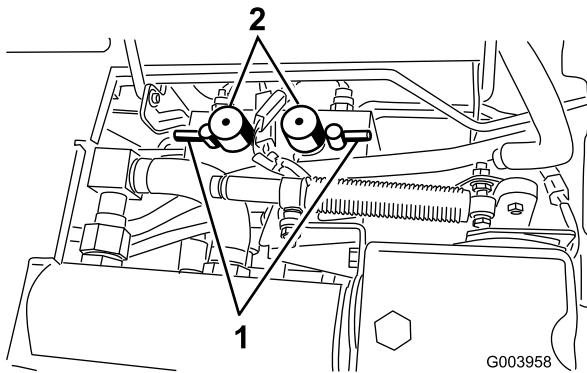

Figure 84
5. Réglez les boutons de vitesse des cylindres à la position 1 (Figure 84).
6. Sélectionnez les leviers de rodage avant, arrière ou les deux pour déterminer les plateaux qui doivent être rodés (Figure 84).